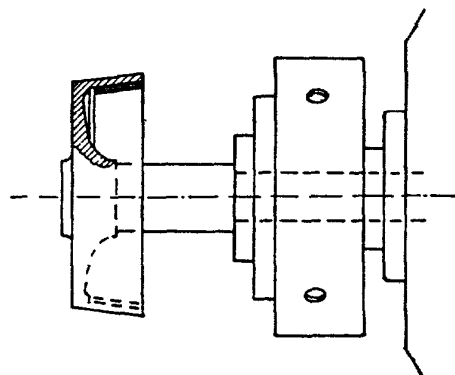

FIG. 3.
4. Gearaksel H84D spennes i chuck i dreiebenk, mot første bryst, og det slitte kjedehjulskonbelegg H84dk dreies vekk. Se fig. 3.